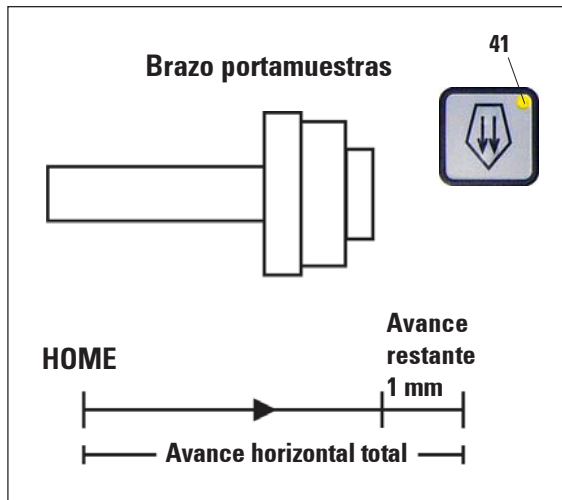

Fig. 16
- Entonces se puede reanudar el trabajo. El LED amarillo (41) en la tecla de **AVANCE MACRO** emite luz (fig. 16)